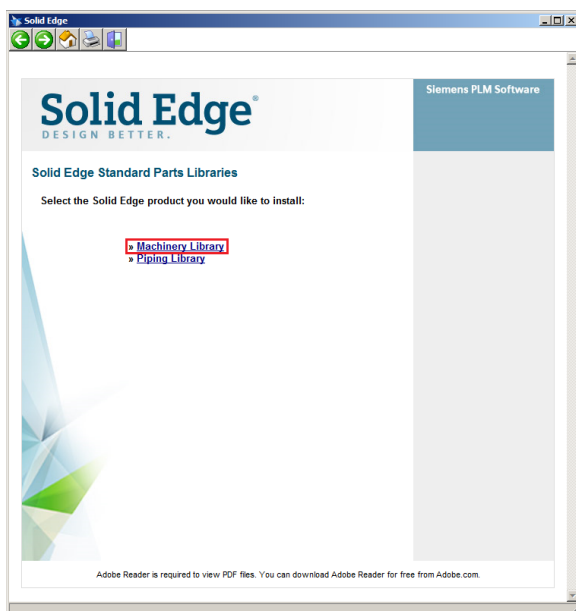
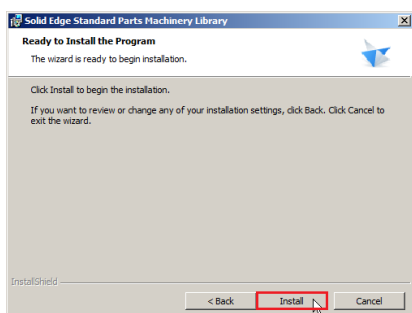
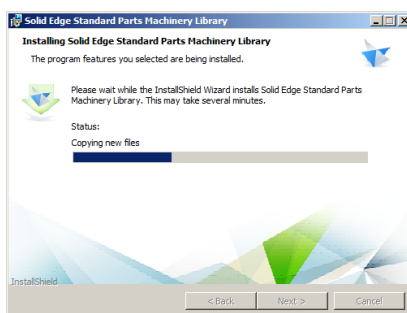
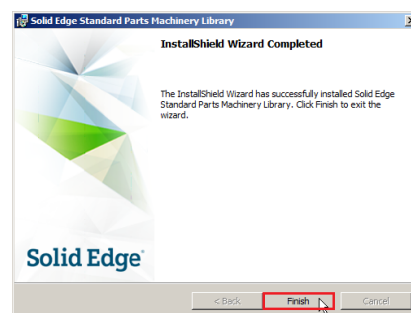

Abbildung 1
Abbildung 7
Abbildung 8
Abbildung 9
- 2.1. Starten Sie die Installation der Machinery Library über das Autostart-Menü der Solid Edge Standard Parts Libraries DVD oder Installationsdatei (z. B. *SE\_Standard\_Parts\_ST9.exe*) (Abb. 1).
2.5. Ein Klick auf *Install* im nächsten Fenster (Abb. 7) startet die Installation der Normteile (Abb. 8). Mit einem Klick auf *Finish* (Abb. 9) beenden Sie die Installation und können nun auch das Installationsmenü (Abb. 1) beenden.